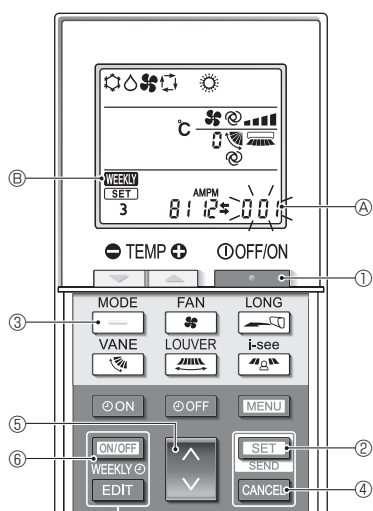

Fig. 4-9
### 4.9.8. Отключение автоматического режима (Fig. 4-9)
1. Нажмите кнопку **STOP** ①, чтобы остановить работу кондиционера воздуха.
• Если недельный таймер активирован, нажмите кнопку **ON/OFF WEEKLY** ⑥ для отключения таймера (**WEEKLY** ⑥ исчезнет.)
2. Нажмите и удерживайте в течение 5 секунд кнопку **SET** ②.
• Прибор войдет в режим настройки функции. (Будет мигать групповой номер настройки модели ④.)
3. Нажмите кнопку **DOWN** ⑤.
4. Завершение настроек (Fig. 4-9)